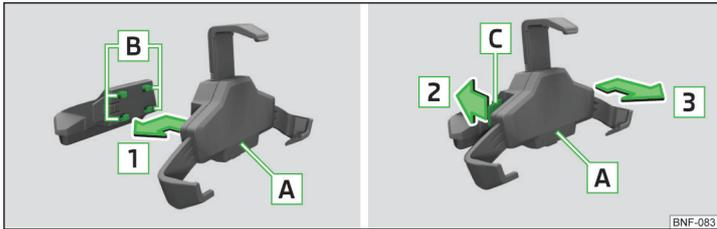

Fig. 77 Colocar el soporte en el adaptador / Retirar el soporte del adaptador
- Para **fijar el soporte en el adaptador**, colocar el soporte **A** en la toma **B** en el sentido de la flecha **1** hasta que enclave audible » fig. 77.